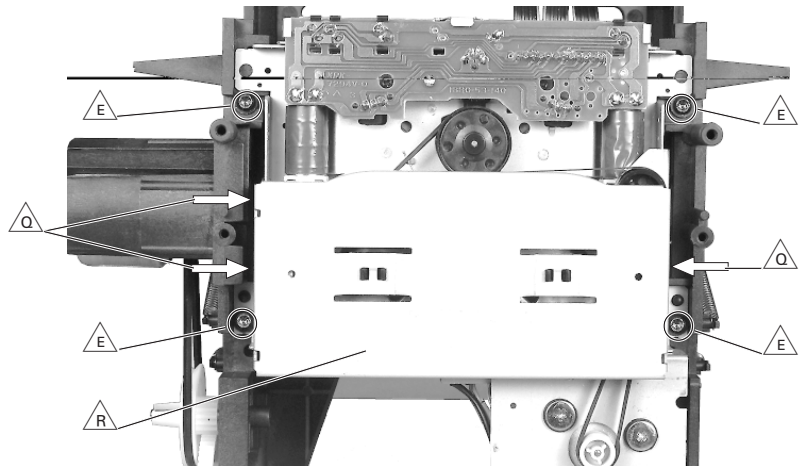

Fig. 36
**27. Laufwerksmechanik ausbauen (Fig. 36)**
**27. Removing the drive mechanism (Fig. 36)**
- 3 Schrauben  $\triangle_\Delta$  herausdrehen und Laufwerkabdeckung  $\triangle_R$  abnehmen (Fig. 36).
- Undo 3 screws  $\triangle_\Delta$  and take the cover  $\triangle_R$  of the drive mechanism (Fig. 36).